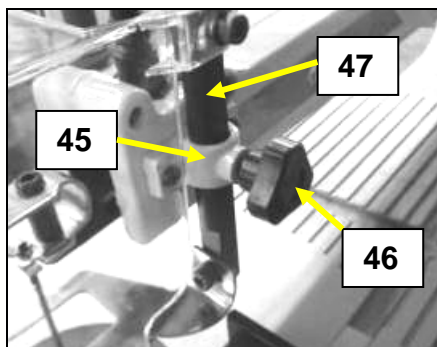

Fig 5
- Insérez la tige (47) du presseur dans son support (45) et fixez-la avec la vis moletée (46) (Voir Fig 5).